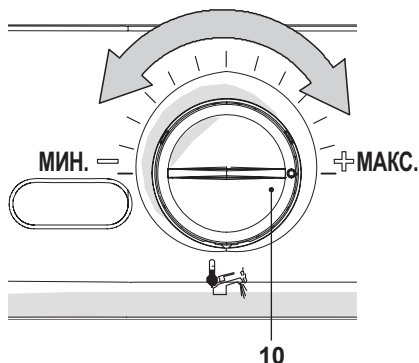

Рисунок 9.16
- Тепловую мощность отопления можно регулировать при помощи регулятора температуры воды в системе горячего водоснабжения 10, см. Рисунок 9.16.